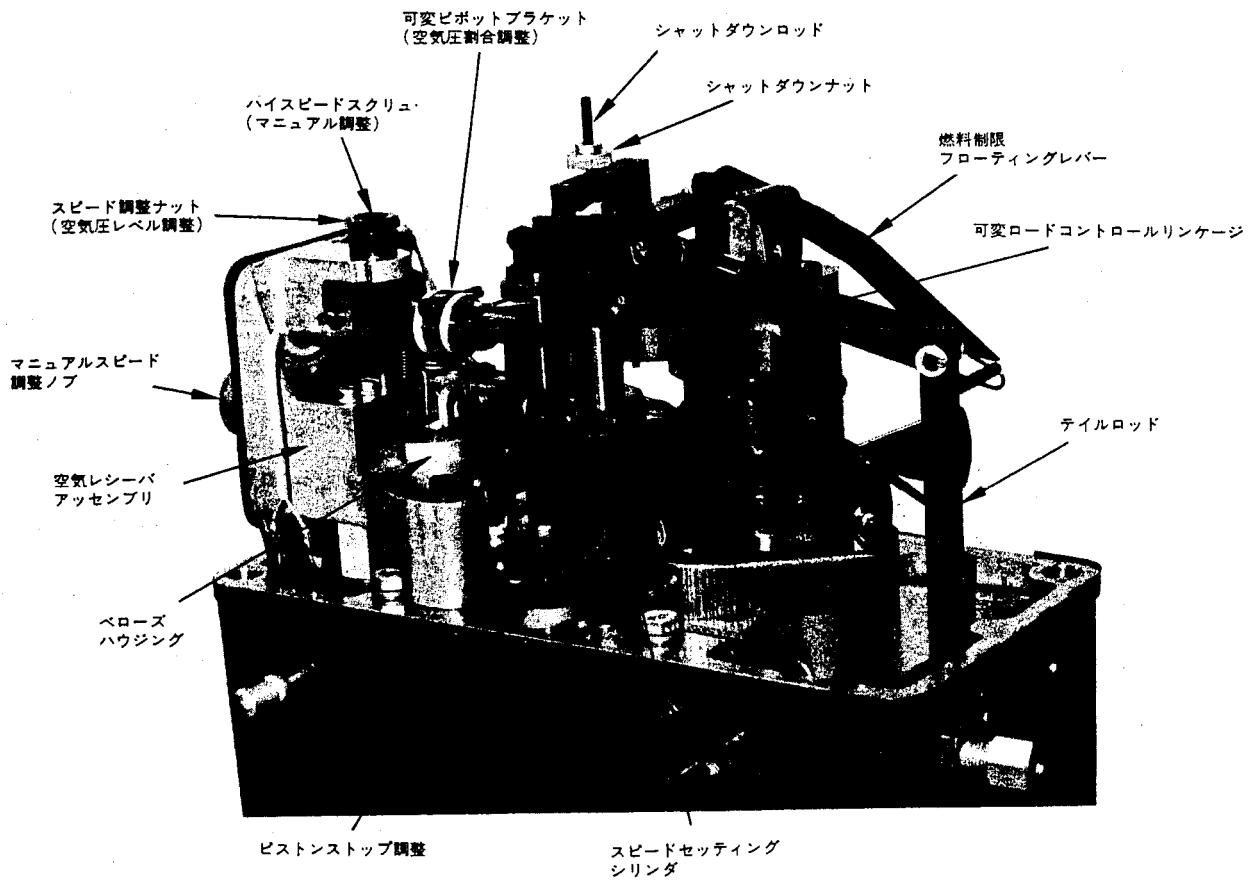

図3-1 カバーを取ったガバナの左側より見た図
ダイレクト型速度設定機構（図3-1 参照）
- 最低制御空気圧で規定の低速になるまでスピードセッティング・スクリュのスピード調整ナット (図3-1) を回します。（反時計方向に回すと増加します）